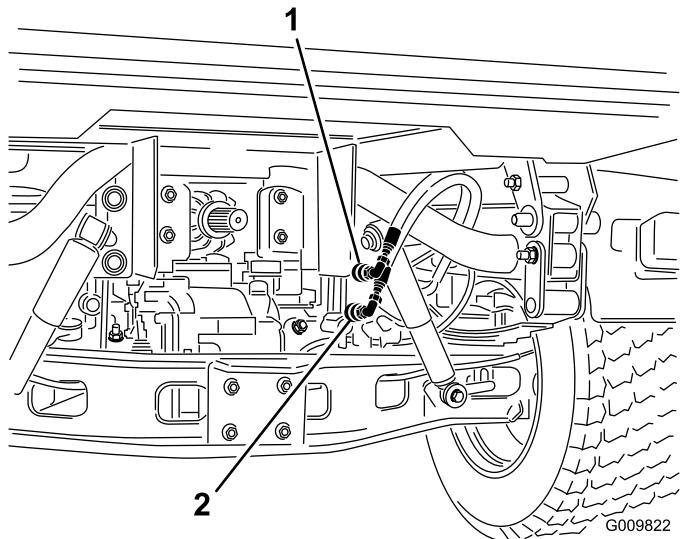

Рисунок 75
- На обоих автомобилях отсоедините по два шланга быстроразъемных муфт от шлангов, прикрепленных к кронштейнам муфт (Рисунок 75).